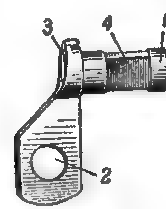

Рис. 38. Предохранитель:
39. Предохранитель спускового механизма (рис. 38) служит для предохранения от случайного выстрела. Он имеет: стержень для сое-